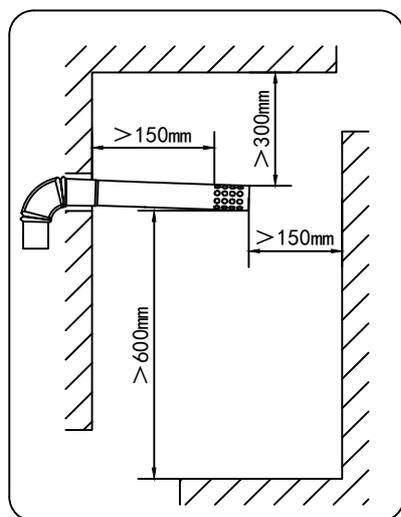

图12
■ 必须使用本热水器所配用的专用烟道,安装方法见图12。如烟道较短可根据需要适当加长。每半年检查一次,检查烟道有无破损,漏烟等现象。